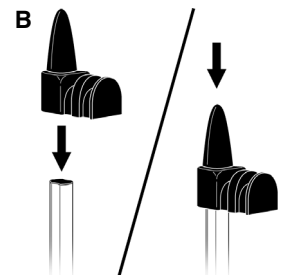

FIGURA 4
1. Alinee el Tapón con el final de la sección 1. Asegurándose que las ranuras guías internas del tapón estén alineadas con las ranuras laterales de la SECCIÓN 1 (FIGURA 4-A).
2. Cuando ya tenga colocado el tapón en la SECCIÓN 1, deberá presionar firmemente hacia abajo para asegurarlo (FIGURA 4-B).